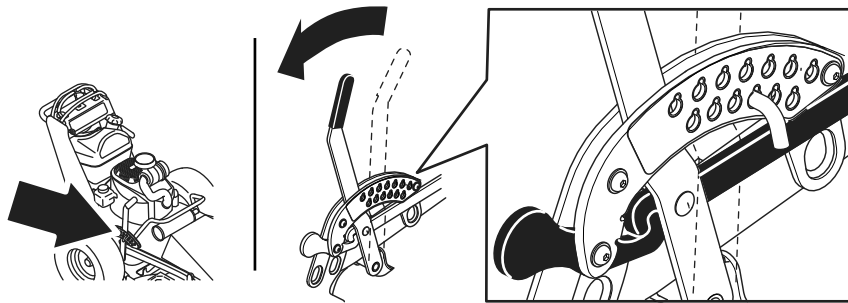

Figura 1
1. Spostate la leva dell'altezza di taglio in posizione di TRASPORTO (Figura 1).